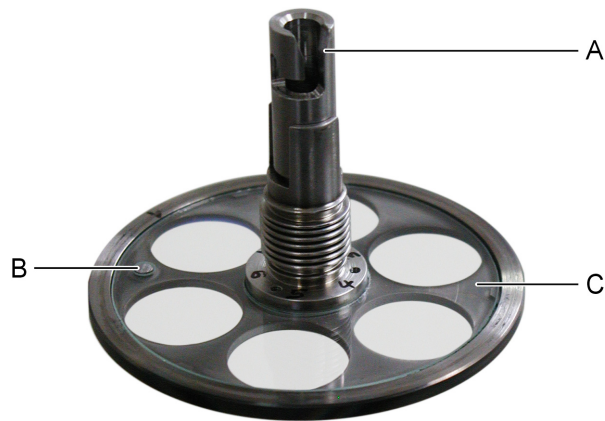

Abb. 6-12
- ♦ Der Testglashalter ist mit einem Bajonett- Verschluss (Pos. A in Abb. 6-12, 121) am Testglaswechsler befestigt. Wenn Sie den Schraubenkopf nicht nach oben drücken, lässt er sich nicht drehen.
- ♦ Achten Sie dabei darauf, dass Sie den Zapfen am Testglashalter (Pos. B in Abb. 6-12, 121) in die Aussparung im Testglas einführen.